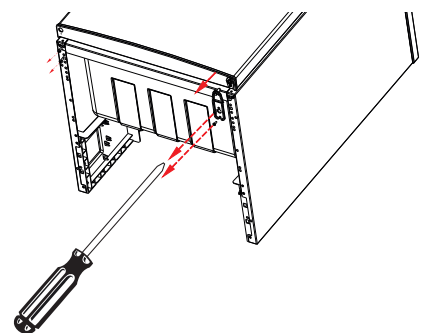

Abb. 2
- Drehen Sie die beiden Halterungsschrauben des unteren Scharniers mit Hilfe eines Kreuzschlitzschraubendrehers heraus und entfernen Sie das Scharnier vom Kühlschrankgehäuse (Abb. 2).